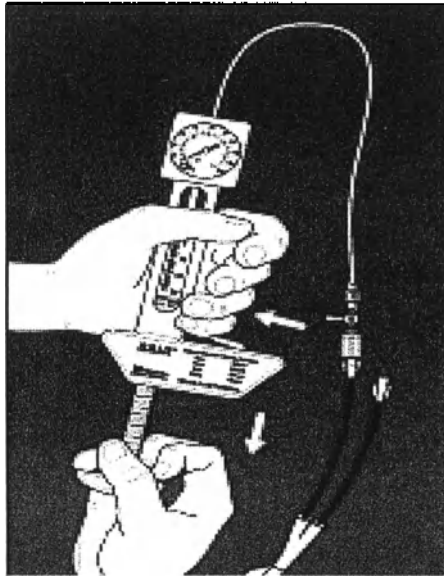

Рис.6
5. Для создания вакуума в баллоне нажмите на боковой рычаг и начните подтягивать рычаг с вентилем, пока стрелка на приборе не покажет «вакуум». Для фиксации прибора в этой позиции отпустите боковой рычаг. Теперь баллон дилататор готов к установке через канал эндоскопа (рис.6).